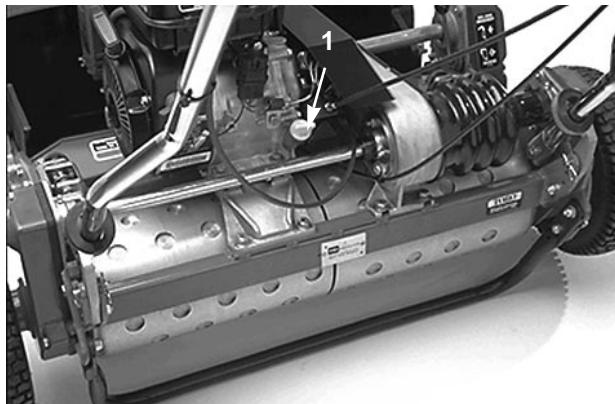

Bild 1
- Den Mäher so aufstellen, daß der Motor waagerecht ist und um den Ölmeßstab sauber wischen (Bild 1).